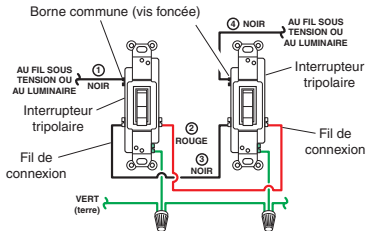
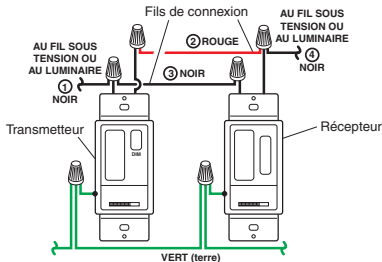

Figure 1 - Câblage à trois voies typique
Figure 2 - Câblage de l'interrupteur mural à trois voies
3. Retirez la plaque murale et l'interrupteur existant. Étiquetez les fils sur l'interrupteur existant selon le schéma de la Figure 1. *Note* : Le câblage à trois voies typique est illustré. Le câblage et la couleur des fils peuvent varier.
- Connectez les fils de l'émetteur de l'interrupteur mural à trois voies aux fils dans la boîte de jonction tel qu'indiqué à la Figure 2. Utilisez les connecteurs de fils fournis pour fixer les fils (voir Figure 2). *Note :* L'un ou l'autre des fils noirs du transmetteur peut être raccordé au fil sous tension (luminaire) ou au fil de connexion.
IMPORTANT : Identifiez les fils de l'interrupteur tripolaire existant conformément au diagramme de la Figure 1. Référez-vous à la Figure 2 ci-dessous pour savoir comment connecter les fils du récepteur de l'interrupteur mural aux fils existants.